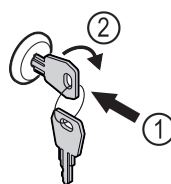

Fig. 120 Representación a modo de ejemplo
- Introducir la llave Fig. 120 (1).
- Girar la llave 90° en sentido horario Fig. 120 (2).